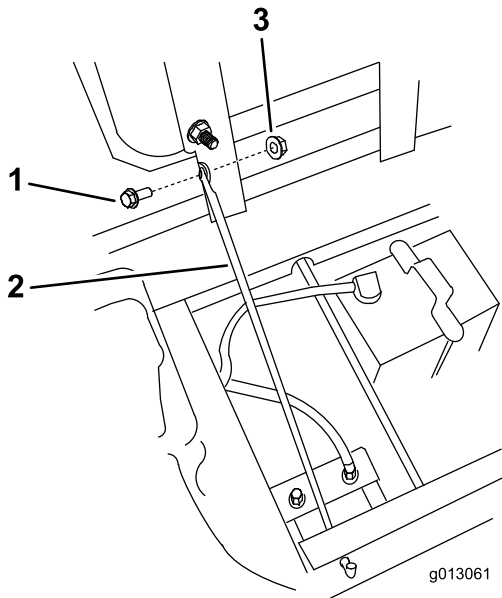

Figure 8
1. Basculez le siège en avant et retirez l'écrou et le boulon de la tige de retenue du siège (Figure 8).
9. Montez la tige de retenue du siège avec l'écrou et le boulon retirés précédemment (Figure 8).